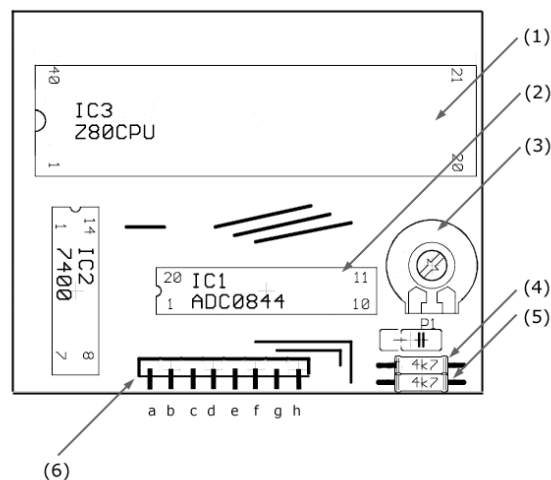

Abbildung 1
Dazu befindet sich auf der Platine ein Baustein (Abb. 1: (2)) mit 4 analogen Eingängen, die über einen Multiplexer mit dem Analog/Digitalwandler verbunden sind. Der Analog/Digitalwandler bietet eine Auflösung von 8 bit, d.h. analoge Meßwerte werden in 256 Schritten zwischen 0V und der Referenzspannung ausgegeben. Vom Z80-Rechner im TNC2 kann nach dem Einbau ein Meßeingang angewählt und der dazu gehörende Meßwert ausgelesen werden.
Um Abweichungen beim Messen gering zu halten, kann die Referenzspannung mit einem Potentiometer (Abb. 1: (3)) angepaßt werden. Optimal arbeitet die Schaltung wenn sich die Meßspannungen etwa im letzten Drittel des Spannungsbereiches zwischen 0V und der Referenzspannung befinden.
Weiterhin stehen 2 Meßeingänge (Abb. 1: (6e - 6h)) für beliebige Messungen zur Verfügung. Auf der Platine ist die Verwendung von Temperatursensoren vom Typ LM355Z (National Semiconductor) vorbereitet, dazu muß für jeden Temperatursensor (max. 2 Stück) ein 4,7 kOhm Widerstand (Abb. 1: (4 + 5)) eingelötet werden.
7. Jetzt kann der entnommene Prozessor auf die Nachrüstplatine gesteckt werden. Dazu befindet sich auf dieser ein Sockel (Abb. 1: (1)) über der Stelle an der der Prozessor vorher gesteckt hat. Vor dem Einstecken muß genau kontrolliert werden, ob alle "Beinchen" genau in der Mitte der Sockelkontakte auftreffen. Notfalls vorsichtig nachbiegen. Außerdem ist die Einbaurichtung genau zu beachten. Der Prozessor hat auf einer der schmalen Seiten in der Mitte eine Kerbe, diese muß nach Links zeigen, dort wo auch der Sockel eine "Kerbe" besitzt.
8. Jetzt ist die Schaltung fertig eingebaut und kann in Betrieb genommen werden. Für die Funktion der Schaltung sind keine weiteren Drahtverbindungen zum TNC notwendig. Über den beiliegenden Anschlußsatz können die Meßeingänge (Abb. 1: (6)) angeschlossen werden.
Der Analog-Digitalwandler bietet 4 Eingänge. Davon ist der zweite in der Software fest für die S-Wert-Anzeige vorgesehen. Deshalb muss der Anschluß für den S-Wert am Funkgerät mit einer abgeschirmten Leitung mit dem Meßeingang 2 verbunden werden. Es wird nur der vordere Kontakt des 2,5mm Klinkensteckers mit dem dritten Draht v.l. (Abb. 1: (6c)) des Kabelsatzes verbunden, um keine Masseschleife zu erzeugen.
An die Meßeingänge 3 und 4 können Temperatursensoren angeschlossen werden. Dazu muß für den Meßeingang 3 bzw. 4 (ADC-Kanal 1 bzw. 2 in der TheNet X-1J4-Software) ein 4,7 kOhm Widerstand (Abb. 1: (5)) eingelötet werden.
Über die Meßeingänge 3 und 4 können beliebige Spannungsmessungen durchgeführt werden. Dazu dürfen die Widerstände (Abb. 1: (4 + 5)) nicht eingelötet sein!
Spannungsmessungen sind nur als Bezug zum Masse-Potential möglich, Differenzmessungen sind nicht möglich. Spannungen, die die mit dem Poti P1 (Abb. 1: (3)) eingestellte Referenzspannung überschreiten müssen mit einem einfachen Widerstandsspannungsteiler verringert werden.